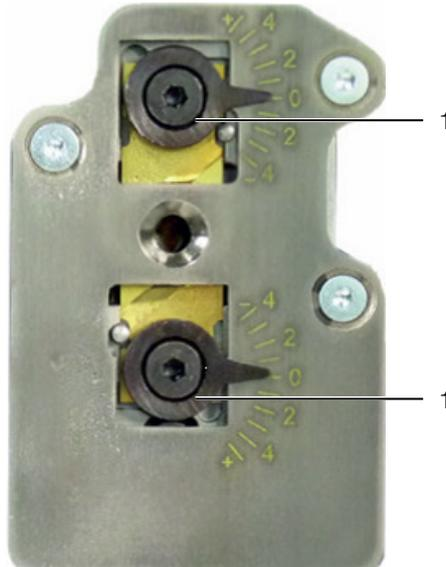

Fig. 13 : unité à dénuder
- Desserrer les deux vis excentriques (fig. 13, pos. 1) (clé à six pans creux 2,5 mm).